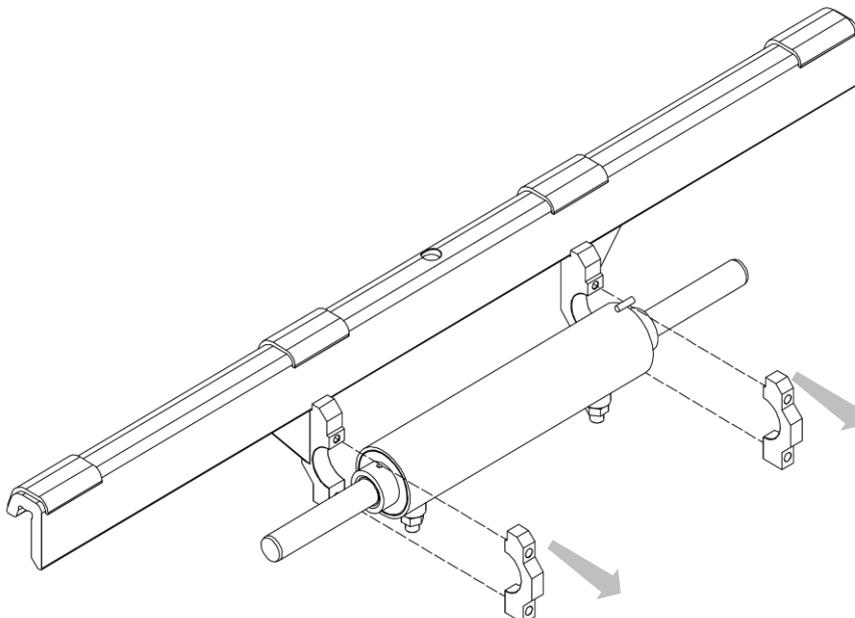

Figura 22
3. Retire el medio colar delantero y deslice el cilindro de su asiento (mira *Figura 22*).